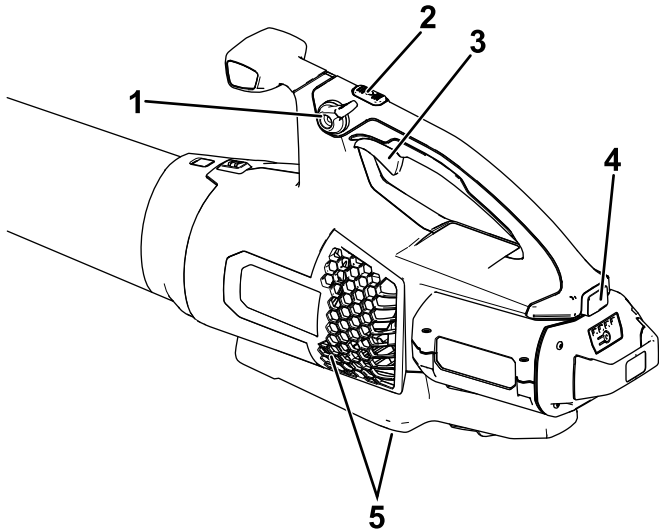

Figure 4
4. Pour mettre le souffleur en marche, serrez la gâchette de vitesse variable (Figure 4).
**Remarque:** Enclenchez le blocage de vitesse pour laisser la machine tourner sans avoir à appuyer sur la gâchette de vitesse variable (Figure 4).
Pour obtenir des performances optimales (débit d'air), appuyez à fond sur la gâchette de vitesse variable et maintenez le bouton Turbo Boost enfoncé pendant la durée souhaitée (Figure 4).
Pour régler le débit du souffleur en marche, serrez la gâchette de vitesse variable (Figure 4).
Pour maintenir le débit d'air actuel, engagez le blocage de vitesse (Figure 4).
Pour arrêter le souffleur, déverrouillez le blocage de vitesse (le cas échéant) et relâchez la gâchette de vitesse variable (Figure 4).